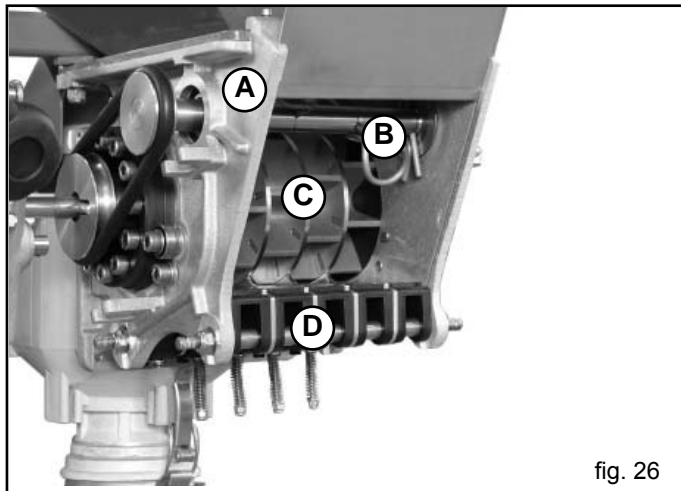

fig. 26
3.5.1 DOSIFICADOR (Fig. 26)
El agitador tiene un diámetro de 85 mm y está compuesto por 4 elementos (**ganchos curvos**). Si la intervención del agitador resulta excesiva, es posible reducir a la mitad el **efecto mezclador** quitando los dos ganchos centrales del agitador (B, Fig. 26).